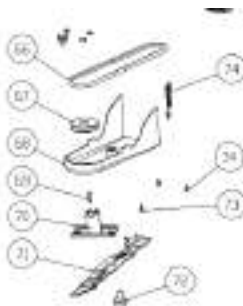

Fig 1
2. Dévisser les vis (34 et 73) du cache courroie (68), retirer le cache courroie (68) et la courroie (66)
3. Dévisser les 3 vis de fixation moteur (129) situées sous le carter de la tondeuse à l'aide d'une clé Allen.
4. Dévisser les 6 vis de fixation du capot moteur (113) pour avoir accès au connecteur du câble de démarrage
5. Débrancher les connecteurs côté moteur (Fig 1) puis le câble (5) côté levier sur la partie supérieure du brancard après avoir enlevé les vis de fixation du boîtier de démarrage (5)
6. Positionner le nouveau boîtier du câble (5) sur le brancard, fixer l'extrémité du câble côté levier sur la partie supérieure du brancard puis reconnecter le câble côté moteur
7. Refixer le capot moteur (113) à l'aide des 6 vis puis remonter le moteur sur la tondeuse en le fixant sous le carter à l'aide des vis précédemment démontées (129)
8. Repositionner la courroie (66), le cache courroie (68), le porte-lame (70) et la lame (71)